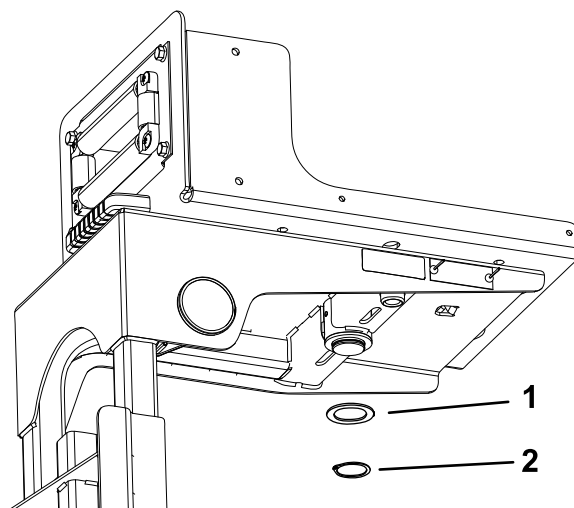

Figura 20
2. Sulla parte inferiore del supporto per avvolgitubo, fissate la rondella di spinta e l'anello elastico sul perno della piastra girevole (Figura 20).